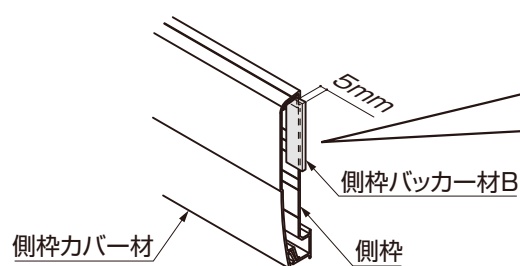

図5-8
- ②側枠バッカー材Bを側枠両端部に張付けてください。(図5-8、図5-9参照)